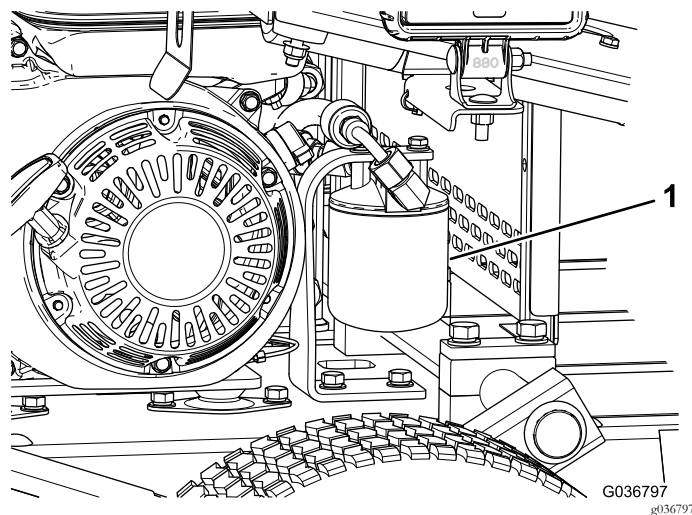

図 37
5. フィルタの下に廃油受けを置いてフィルタを外す 図 37。